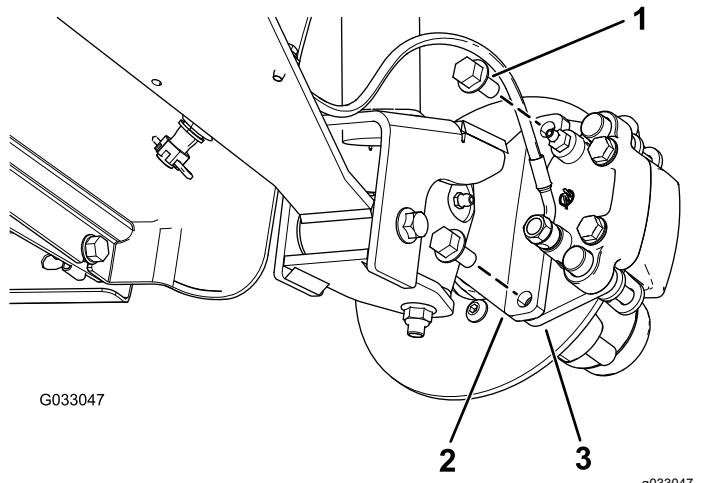
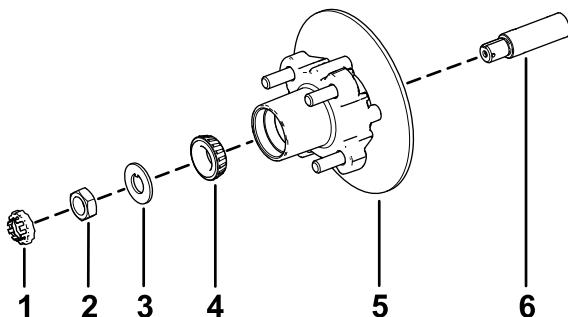

Bild 31
Bild 35
3. Entfernen Sie die Bundkopfschrauben ($\frac{3}{8}$ " x $\frac{3}{4}"), mit denen die Halterung für die Bremse an der Spindel befestigt ist, und nehmen die Bremse von der Spindel ab (Bild 31).$
1. Fetten Sie die Spindel leicht mit der angegebenen Fettsorte ein (Bild 35).
2. Montieren Sie die Radnabe und den Drehzylinder an der Spindel mit dem Drehzylinder innen (Bild 35).
3. Montieren Sie das Außenlager an der Spindel und setzen das Lager auf den äußenen Lagerring (Bild 35).
4. Legen Sie die Nasenscheibe auf die Spindel (Bild 35).
5. Schrauben Sie die Spindelmutter auf die Spindel und ziehen Sie die Mutter auf ein Drehmoment von 15 N·m an, während Sie die Radnabe drehen um das Lager zu fixieren (Bild 35).
2. Fluchten Sie die Bremsbeläge mit jeder Seite des Drehzylinders (Bild 31) und die Löcher in der Bremsbackenhalterung mit den Löchern im Bremsenhalter des Spindelrahmens aus (Bild 35).
3. Befestigen Sie den Bremsbackenhalterung mit den beiden Bundkopfschrauben ($\frac{3}{8}$ " x $\frac{3}{4}$ ") am Spindelrahmen (Bild 31).